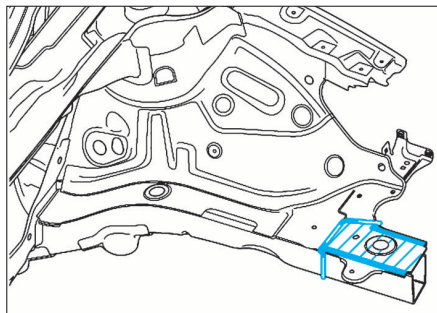

FIG. 1
- Découper le longeron de façon rectiligne (Fig.1).